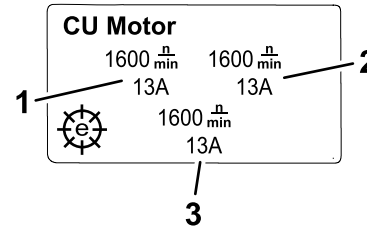

Figura 22
- **Pantalla de información de los motores de las UC (Figura 22):** muestra la velocidad y la corriente de cada motor de las unidades de corte.